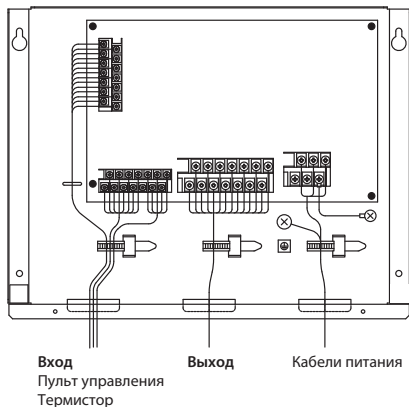

Рис. 4.1.1
- 3) Закрепите провода с помощью хомутов как показано на рис. 4.1.1.
Проводка пульта управления должна прокладываться на расстоянии от проводки электропитания (5 см или более) для исключения воздействия электромагнитных помех от проводки питания. (Не прокладывайте кабель пульта управления и электропитания в одном кабельном канале.) (См. Рис. 4.1.1)